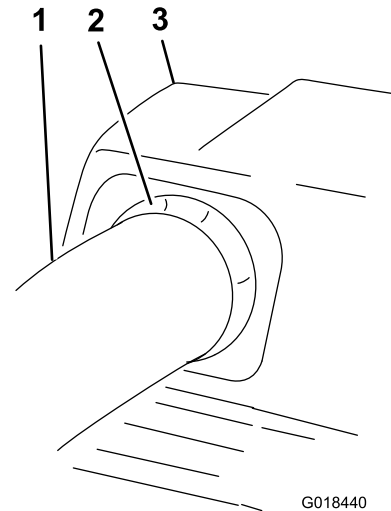

Bild 30
10. Ziehen Sie das obere Rohr etwas heraus, sodass sich die Dichtung nach außen über das untere Rohr wölbt (**Bild 30**).
19. Ziehen Sie das obere Rohr etwas heraus, sodass sich die Dichtung nach außen über das Gebläse wölbt (Bild 30).